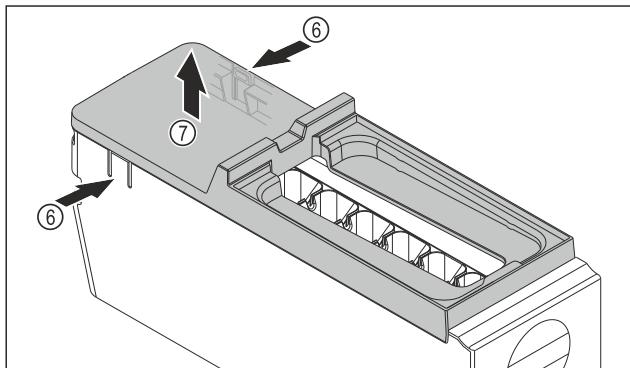

Fig. 79
- Retirer le couvercle du corps de l'EasyTwist-Ice : D'une main, pousser les languettes Fig. 79 (6) des deux côtés du corps de l'EasyTwist-Ice.
► De l'autre main, retirer le couvercle Fig. 79 (7) vers le haut.